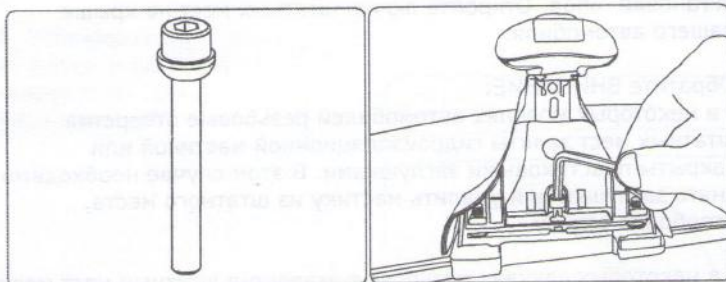

рис. 17
1.3.3. Убедитесь, что отверстие на переходной планке располагается непосредственно над резьбовым отверстием на крыше автомобиля. Используя винт и сферическую шайбу, с помощью Г-образного ключа, закрепите дугу с опорой на крыше автомобиля. Затяжку винтов нужно производить попеременно с каждой из сторон автомобиля, по 2-3 оборота (рис. 17).